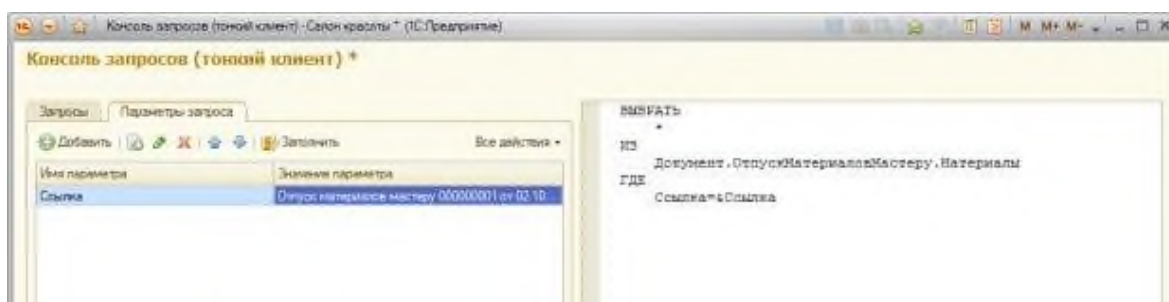

Рисунок 14.2 - Настройка параметра запроса
6. Для того, чтобы задать параметр запроса в консоли запросов, перейдем на вкладку **Параметры запроса**, нажмем на кнопку **Заполнить**, после чего в поле **Значение параметра** выберем нужное его значение, в нашем случае – это будет один из документов **ОтпускМатериаловМастеру**, рисунок 14.2.